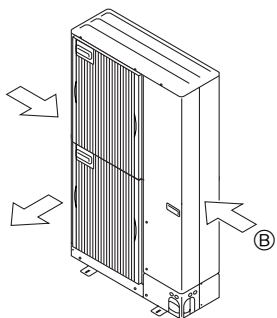

Fig. 2-16
② По возможности разместите прибор так, чтобы воздух из выходного отверстия выдувался в направлении, перпендикулярном к сезонному направлению ветра. (Fig. 2-16)
Ⓑ По возможности разместите прибор так, чтобы воздух из выходного отверстия выдувался в направлении, перпендикулярном к сезонному направлению ветра. (Fig. 2-16)